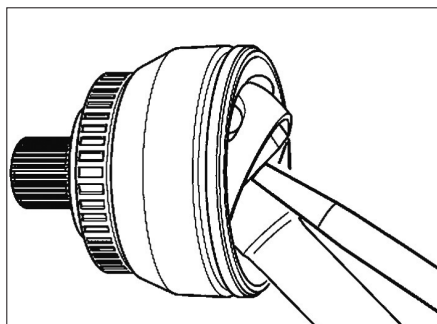

Fig. 3
- Chasser le joint de l'arbre en frappant sèchement, à l'aide d'un maillet, sur le bol du joint (Fig.3).